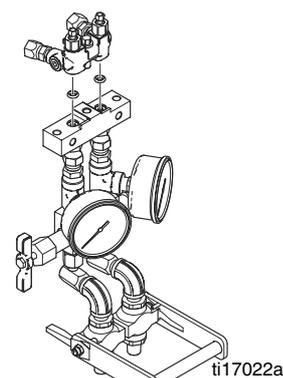

FIG. 19: Kit 24J326
- b. Conecte las tuberías de material en el colector de fluido (1) incluido en el kit de calibración 24J326. Vea la FIG. 19.
- c. Coloque juntas tóricas (2) en la ubicación correcta, luego conecte el colector de fluido en la base (3) del kit de calibración.